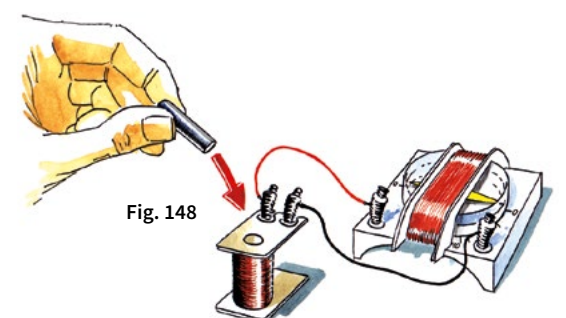

Fig. 148
1. Die Spule mit dem Galvanoskop (Bild 148) verbinden und dann den Magneten mit einer ruckartigen Bewegung in die Bohrung der Spule schieben. Der Galvanoskopzeiger schlägt aus und geht dann schnell wieder in die Ausgangsstellung zurück. Auch wenn man den Magneten schnell herauszieht, schlägt der Zeiger aus, diesmal jedoch in die entgegengesetzte Richtung.